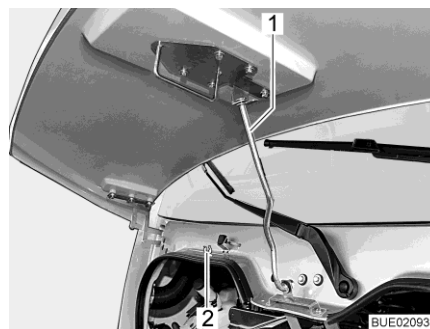

Bild 51 Säkerhetsstång (Ixeo I)
- Ta bort säkerhetsstången (Bild 51,1) från hållaren (Bild 51,2) och fäst den på motorhuv.
- Lossa säkerhetsstången (Bild 51,1) från hållaren på motorhuv och skjut in den i hållaren (Bild 51,2).